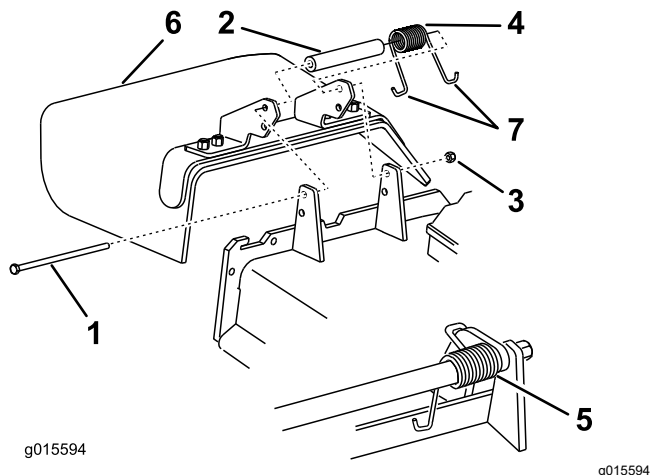

Figura 125
1. Retire la contratuerca, el perno, el muelle y el espaciador que sujetan el deflector a los soportes de pivote (Figura 125).
2. Retire el deflector de hierba dañado o desgastado (Figura 125).
Nota: Asegúrese de colocar un extremo en J del muelle detrás del reborde de la carcasa antes de instalar el perno, como se muestra en la Figura 125.
6. Coloque un extremo en J del muelle alrededor del deflector de hierba (Figura 125).